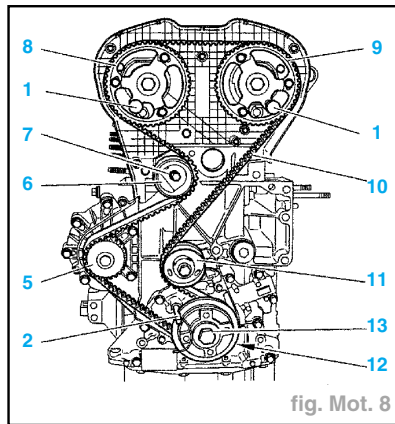

fig. Mot. 8
- Tourner le moteur à l'aide de la vis (13) de pignon de vilebrequin (12) jusqu'à l'amener en position de pigeage (fig. Mot. 8).
- Mettre la courroie de distribution (10) en place en respectant l'ordre suivant (fig. Mot. 8) :
- le galet enrouleur (11),
- poulie d'arbre à cames d'admission (9),
- poulie d'arbre à cames d'échappement (8),
- la pompe à eau (5),
- le galet tendeur (6).
- Serrer la vis (7) du galet tendeur (6) à 2,1 daN.m (fig. Mot. 8).